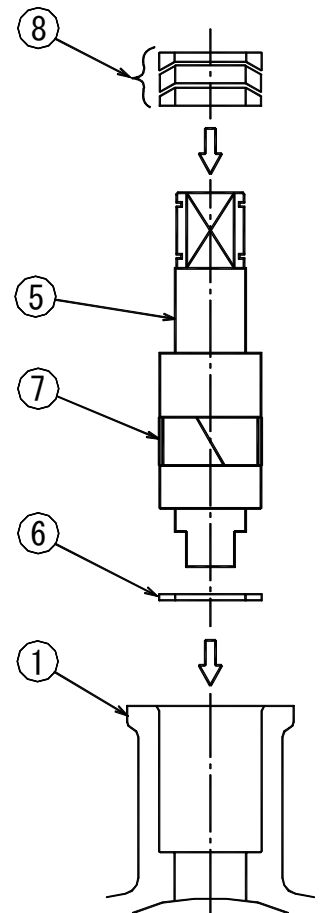

図 1
- 7) 図 1 を参照して、入れる方向を確認し、グランドパッキン⑧をステム⑤に装着する。
- 8) グランドキャップ⑨にグランドベアリング⑩を装着する。
- 9) 断面図を参照し、グランドキャップ⑨をキーロック穴を下側にして、ボディ①のグランド部に装着する。
- 10) ボルト⑭ 2 本を片締めにならないように、締め過ぎないように、交互に締め付ける。